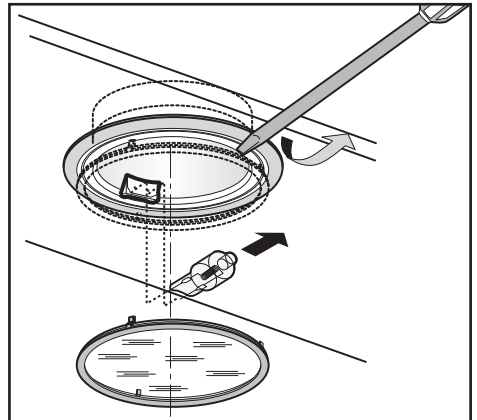

Fig.7
• **Sostituzione delle lampade alogene** (Fig.7).